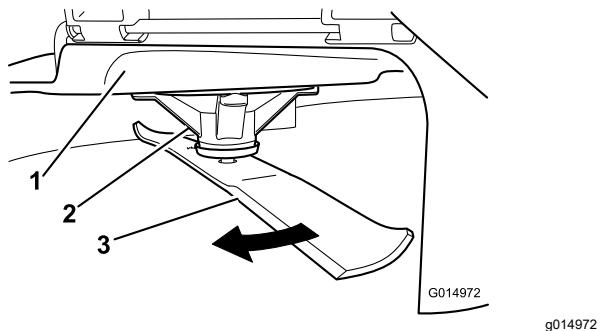

Figure 89
2. Llevando guantes fuertemente acolchados u otro tipo de protección apropiada para las manos, gire la cuchilla lentamente hasta una posición que permita medir la distancia entre el filo de corte y la superficie nivelada en la que descansa la máquina (Figure 89).